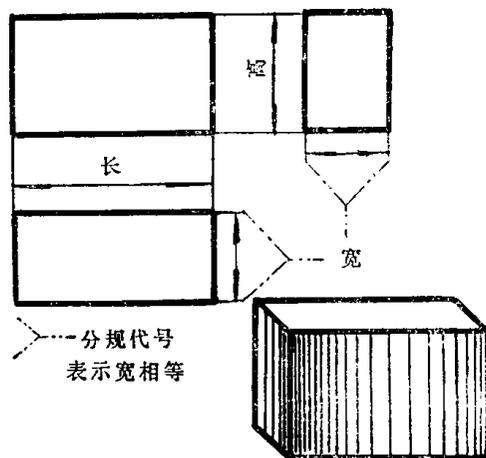

图 2—10 三视图的尺寸关系
(2) 三视图的尺寸(或投影)关系: 如图 2—10 所示, 任何一个物体都有长、宽、高三个方向的尺寸。一般是将物体左、右面的距离叫做长, 前、后面的距离叫做宽, 上、下面的距离叫做高。